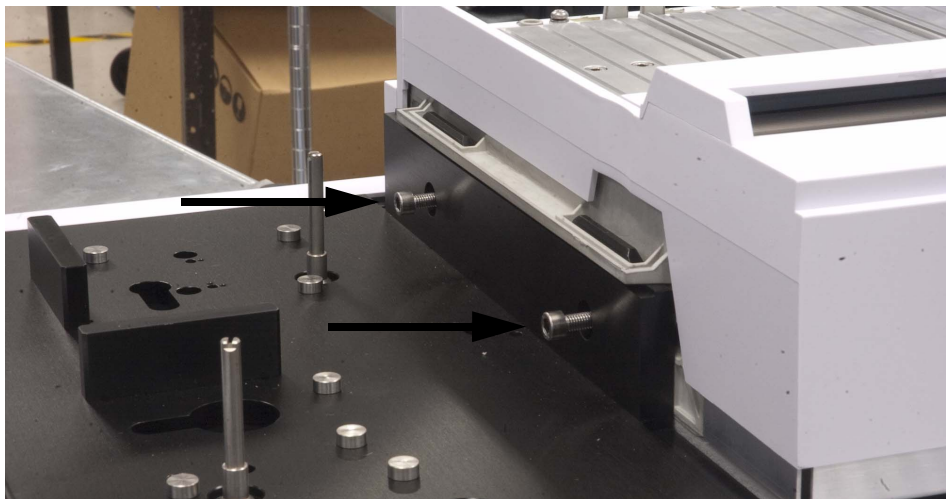

Abb. 14 Sichern des Probentellers am Grundplattenhaltebügel
- 3 Befestigen Sie die beiden T-30-Schrauben mit einem T-30-Torx-Schraubendreher im Haltebügel der Grundplatte zur Befestigung des Probentellers an der Grundplattenbasis (Abb. 14).